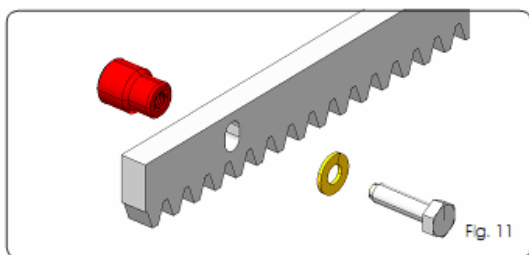

Fig. 11
5.4.1 Стальная конструкция для сварки (рис. 11)